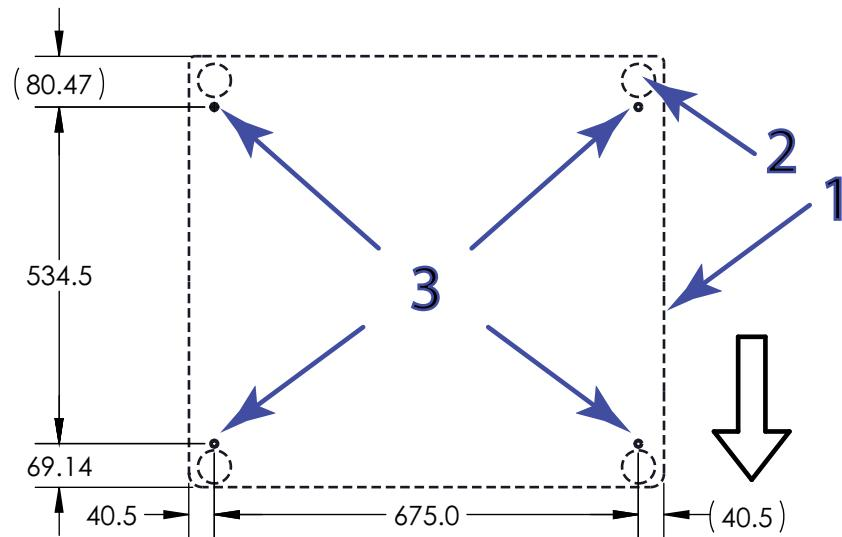

Figure 14. Emplacement des points d'ancrage (vue de dessus)
Légende pour Figure 14
1. Consultez la Figure 14 à la page 69 et percez des trous dans le plan de travail aux endroits appropriés afin d'aligner les points d'ancrage au socle du bâti. Des trous d'un diamètre de 15 mm sont recommandés.